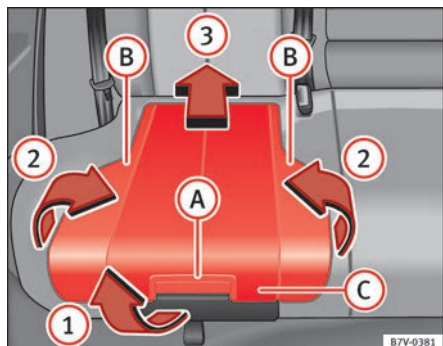

Abb. 29 Integrierter Kindersitz: Sitzpolster aufstellen.
- Sitzpolster am Entriegelungshebel ⇒ Abb. 29 **A** in Pfeilrichtung **1** nach vorn ziehen.